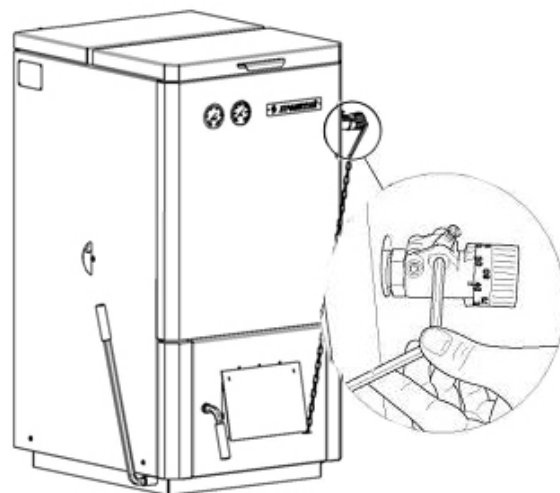

Рис. 15 Регулировка натяжения цепи
- Отрегулировать натяжение цепи положением рычага (или укоротить цепь) так, чтобы воздушная заслонка при температуре котловой воды 85°С была закрыта до минимального расстояния, и цепь оставалась немного свободной (см. Рис.15).